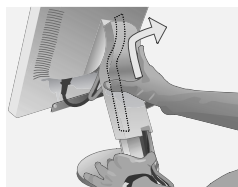

Figura S.1
1. Appoggiare le mani su entrambi i lati del monitor e sollevarlo fino alla posizione più alta. Rimuovere la copertura cavi (Figura S.1).